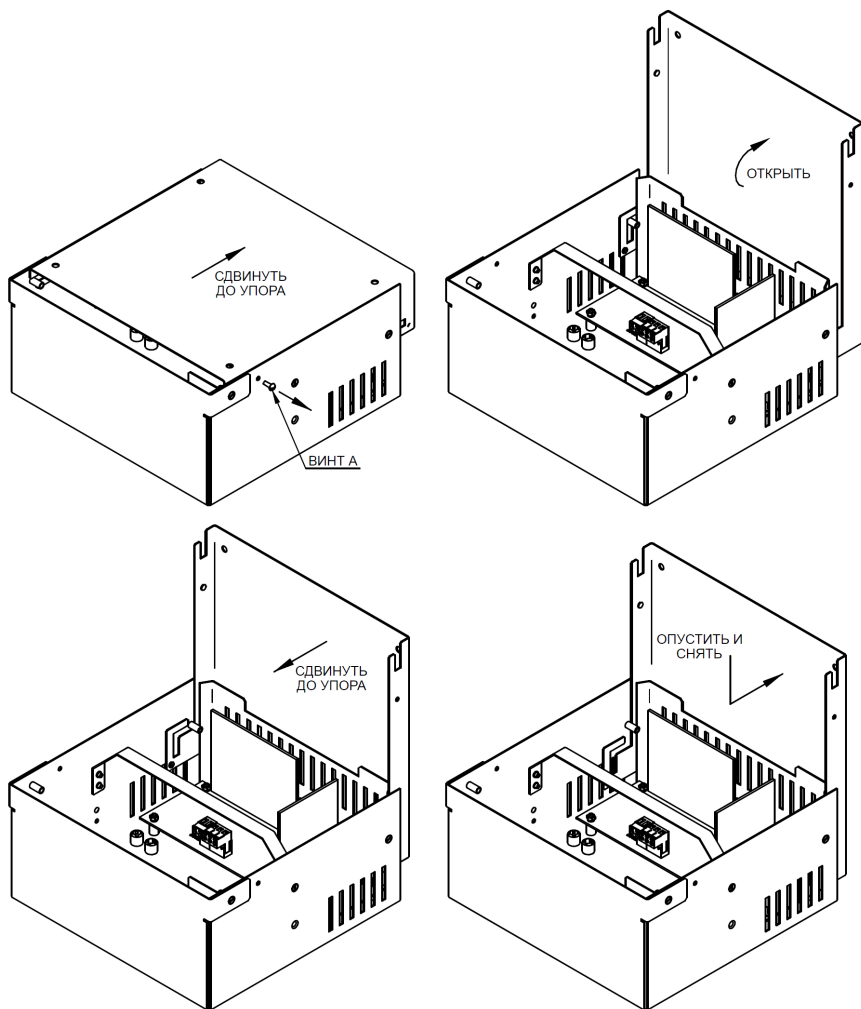

Рисунок 3 - порядок разборки корпуса.
**Изделие устанавливается** на потолок в следующей последовательности (см. рис. 3):
- Выкрутить 2 винта (Винт А на рис. 3);
- Снять основание в последовательности, приведённой на рис. 3;
- Установить крышку на основание в последовательности, обратной рис. 3.